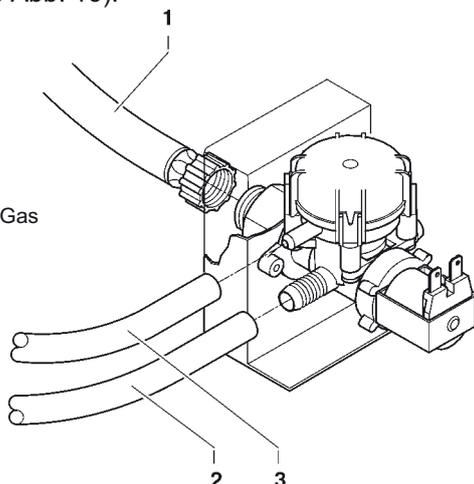

Abb. 16
Mit Hilfe eines für Lebensmittel und für den Netzdruck geeigneten Rohres mit einem Innendurchmesser von mindestens 6 mm, das mitgelieferte 3/4"-Reduzierstück des Wassereinlass-Elektroventils ans Wassernetz anschließen (siehe Abb. 16).
Das Wassereinlass-Elektroventil (s. Abb. 16) ist mit einer Überlaufschutzvorrichtung ausgestattet, welche bei einer Betriebsstörung des EV selbst oder des Kontrollmechanismus für den Wasserstand im Kessel, den Wasserzufluss mechanisch unterbricht.
- Das Verbindungsstück zwischen Wasserschlauch und Elektroventil lockern, um den restlichen Druck aus dem Netz abzulassen, und danach erneut anziehen (s. Abb. 16);